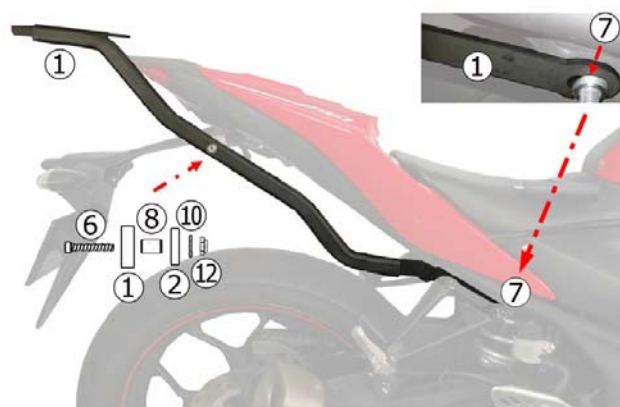

図 3
13. 組み付け順序に注意しながら、⑥六角穴付きボルト (1 ケ) と⑧カラー (厚) (1 ケ)、⑩平ワッシャ (1 ケ)、⑫ナイロンロックナット (1 ケ) を使用して、①フィッティング (右側) の後方を②センタープレート (右側穴部) に仮組みします。(図 3 参照)
14. 引き続き①フィッティング (右側) を手でしっかりと支え持ち、車体への傷付きに注意しながら、手順 12 で取り外した純正ボルト (2 ケ) と⑦カラー (薄) (1 ケ) を使用して、①フィッティング (右側) の前方を純正タンデムステップホルダー (右側) 固定部に仮組みします。(図 3 参照)